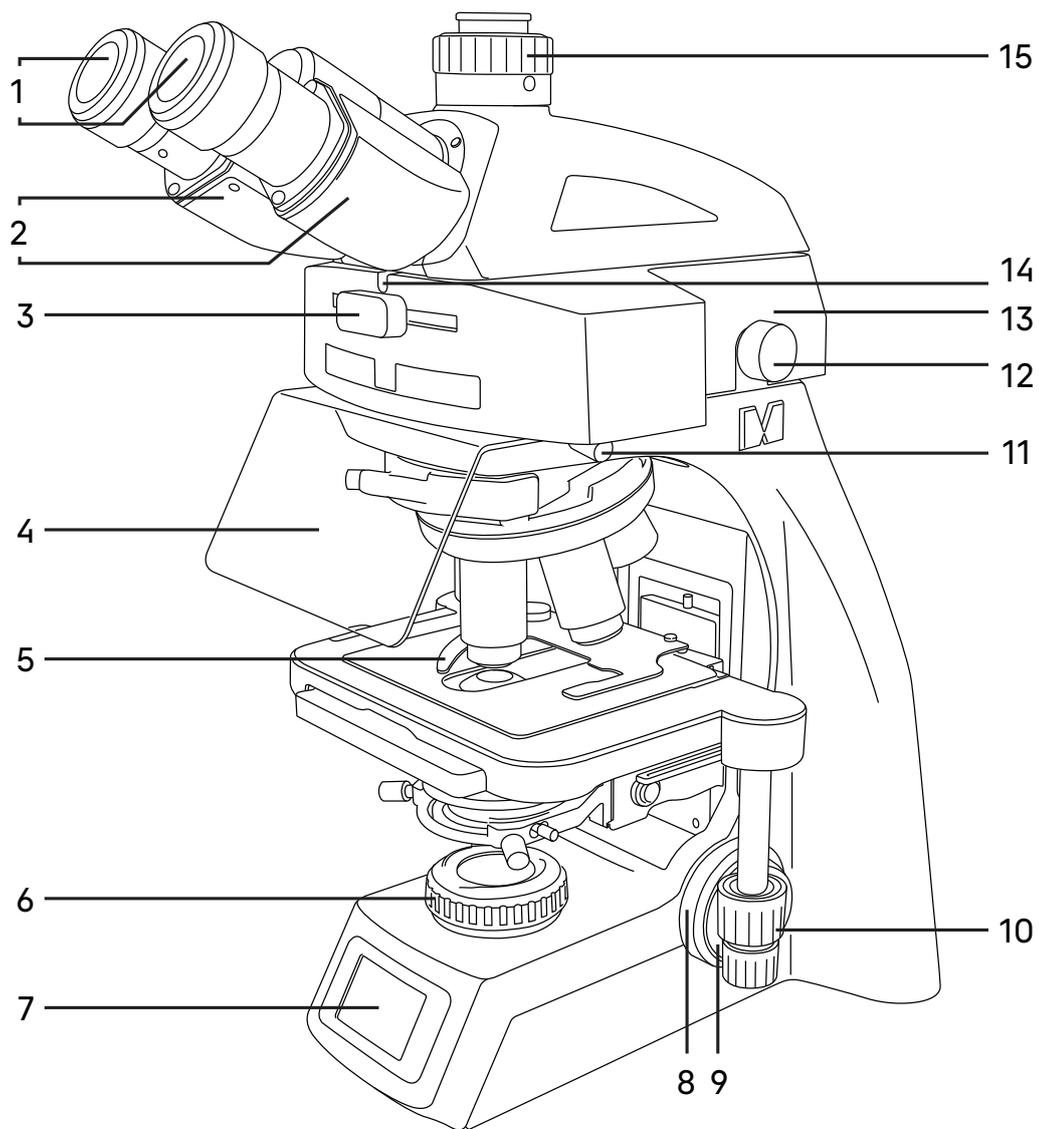
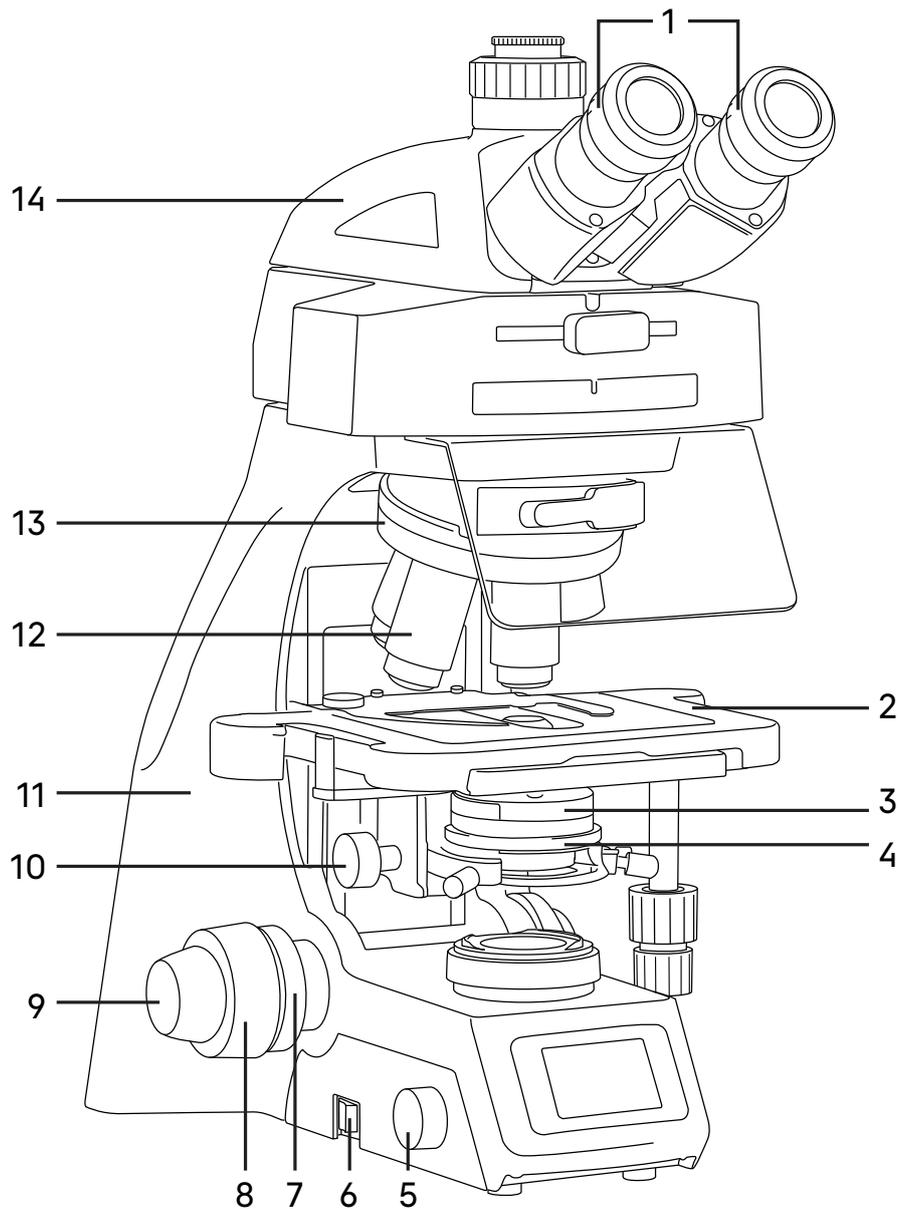
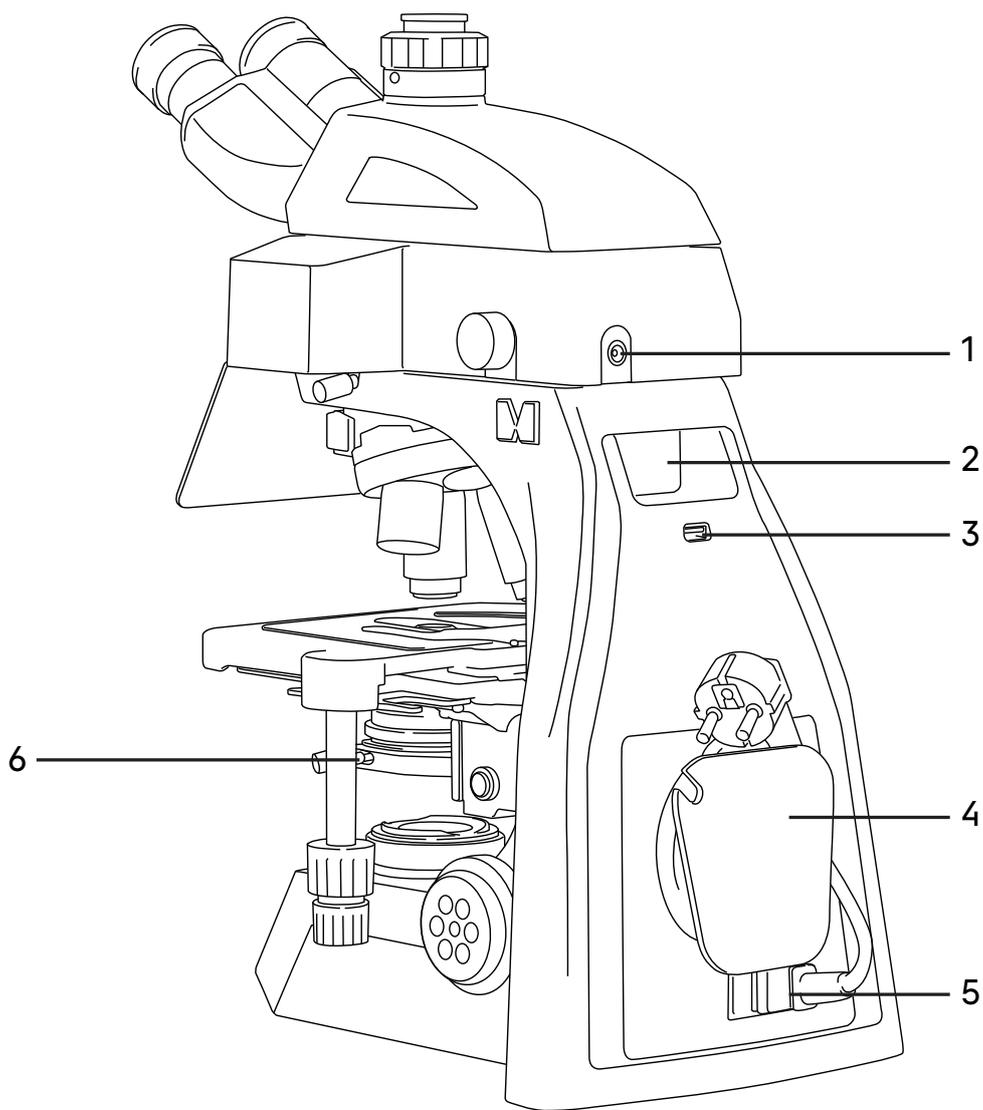

Рис. 1. Микроскоп люминесцентный MAGUS Lum 450L. Вид справа
Рис. 2. Микроскоп люминесцентный MAGUS Lum 450L. Вид слева
Рис. 3. Микроскоп люминесцентный MAGUS Bio 260. Вид сзади
Общий вид микроскопа представлен на рис. 1, 2 и 3.
Штатив **11** (рис. 2) представляет собой цельную конструкцию с основанием. Основание имеет Y-образную устойчивую эргономичную форму.
- револьвер **13** (рис. 2) с объективами **12** (рис. 2);
- предметный столик **2** (рис. 2);
- конденсор **3** (рис. 2);
- коллектор в оправе **6** (рис. 1).
Сзади штатива располагается держатель для катушки шнура электропитания. Микроскоп преобразует сетевое напряжение переменного тока в напряжение для питания светодиода. Разъем **5** (рис. 3) служит для подключения питания.
Слева на основании штатива расположена кнопка выключателя электропитания **6** (рис. 2).
Ручка **5** (рис. 2) служит для управления системой освещения проходящего света.
Фокусировка на объект осуществляется перемещением по высоте предметного столика **2** (рис. 2). Грубая фокусировка производится вращением рукояток **8** (рис. 1, 2), расположенных по обеим сторонам штатива.
Тонкая фокусировка производится вращением рукояток **9** (рис. 1, 2), расположенных по обеим сторонам штатива. Тонкая фокусировка требуется для точного фокусирования на объект и для подфокусировки микроскопа на резкость изображения при смене объективов и препаратов.
Механизм регулировки жесткости хода грубой фокусировки **7** (рис. 2) – кольцо между штативом и рукояткой грубой фокусировки с левой стороны. С помощью кольца регулируется жесткость хода грубой фокусировки так, чтобы жесткость была комфортной для пользователя, но при этом столик не опускался самопроизвольно во время работы.
Визуальная насадка **14** (рис. 2) обеспечивает визуальное наблюдение изображения объекта. Насадка устанавливается в отверстие люминесцентной насадки **13** (рис. 1) и закрепляется винтом **14** (рис. 1). Насадку при установке развернуть окулярами в сторону предметного столика.
Изменение межзрачкового расстояния в насадке осуществляется разворотом окулярных тубусов **2** (рис. 1) в пределах 47–78 мм. Значение расстояния, установленного в соответствии с глазной базой наблюдателя, отсчитывается по шкале на насадке.
Механизм диоптрийной подвижки окуляров служит для компенсации аметропии глаз наблюдателя. Находится на обоих окулярных тубусах – кольцо **1** (рис. 2).
В вертикальный выход корпуса визуальной насадки **15** (рис. 1) (канал визуализации) для фиксации камеры установлен переходник C-mount. Камера служит для вывода изображения на экран компьютера или монитор/телевизор. Деление светового потока окуляры/канал визуализации (в %): 50/50.
В комплект микроскопа входят окуляры **1** (рис. 1). Окуляры имеют высокое положение выходного зрачка и предназначены для работы как в очках, так и без них.
Револьверное устройство **13** (рис. 2) обеспечивает установку пяти объективов **12** (рис. 2). Смена объективов производится вращением револьверного устройства за рифленую поверхность до фиксированного положения.
Объективы **12** (рис. 2) рассчитаны на длину тубуса «бесконечность». Парфокальная высота объективов 60 мм, линейное поле зрения в плоскости изображения 22 мм. Рассчитаны для работы с препаратами с толщиной покровного стекла 0,17 мм или без покровного стекла. Микроскоп укомплектован объективами-планахроматами с увеличением 4х, 10х, 40х, 100х. Дополнительно возможна комплектация объективами другого увеличения, типа коррекции и иммерсионной системы.
Конденсор **3** (рис. 2) установлен в кронштейн под предметным столиком микроскопа. Конденсор устанавливается по направляющим при поднятом столике и опущенном кронштейне. Конденсор фиксируется в кронштейне винтом **6** (рис. 3). Кронштейн конденсора имеет пружинный держатель, с помощью которого двумя винтами конденсор центрируется в оптической оси.
Перемещение конденсора вдоль оптической оси микроскопа осуществляется с помощью рукоятки перемещения кронштейна конденсора **10** (рис. 2), расположенной слева от наблюдателя под столиком микроскопа. Диапазон перемещения конденсора – не менее 26 мм.
Ирисовая апертурная диафрагма регулируется (открывается/закрывается) кольцом **2** (рис. 2). Конденсор имеет маркировку увеличения объектива. Для достижения наилучшего качества изображения рекомендуется прикрывать апертурную диафрагму конденсора приблизительно на 1/3 диаметра выходного зрачка объектива. В таком положении рукоятка регулировки диафрагмы совпадает с цифровым обозначением объектива, введенного в ход лучей, и обеспечивает изображение с хорошей контрастностью.
Двухкоординатный предметный столик **2** (рис. 2) обеспечивает перемещение объекта в двух взаимно-перпендикулярных направлениях с помощью рукояток **10** (рис. 1), расположенных на одной оси.
У столика отсутствует выдвигная зубчатая рейка по оси X, что повышает эргономичность работы. Механизм с ременной передачей плавно перемещает объект. Объект крепится на поверхности столика между держателем и прижимом препаратодержателя **5** (рис. 1), для чего прижим отводится в сторону. Препаратодержатель крепится к столику при помощи двух винтов. При снятом препаратодержателе объект можно перемещать рукой.
Корпус люминесцентной насадки **13** (рис. 1) устанавливается в отверстие верхнего фланца штатива и закрепляется винтом **11** (рис. 1). Защитный экран **4** (рис. 1) крепится к корпусу двумя винтами. Разъем для подключения питания люминесцентной насадки **1** (рис. 3) расположен на задней стенке штатива.
Встроенный в основание микроскопа осветитель проходящего света включает коллектор в оправе **6** (рис. 1) и источник света – светодиод. Включение осветителя осуществляется с помощью выключателя питания **6** (рис. 2) на левой панели штатива. Регулировка яркости осуществляется ручкой **5** (рис. 2).